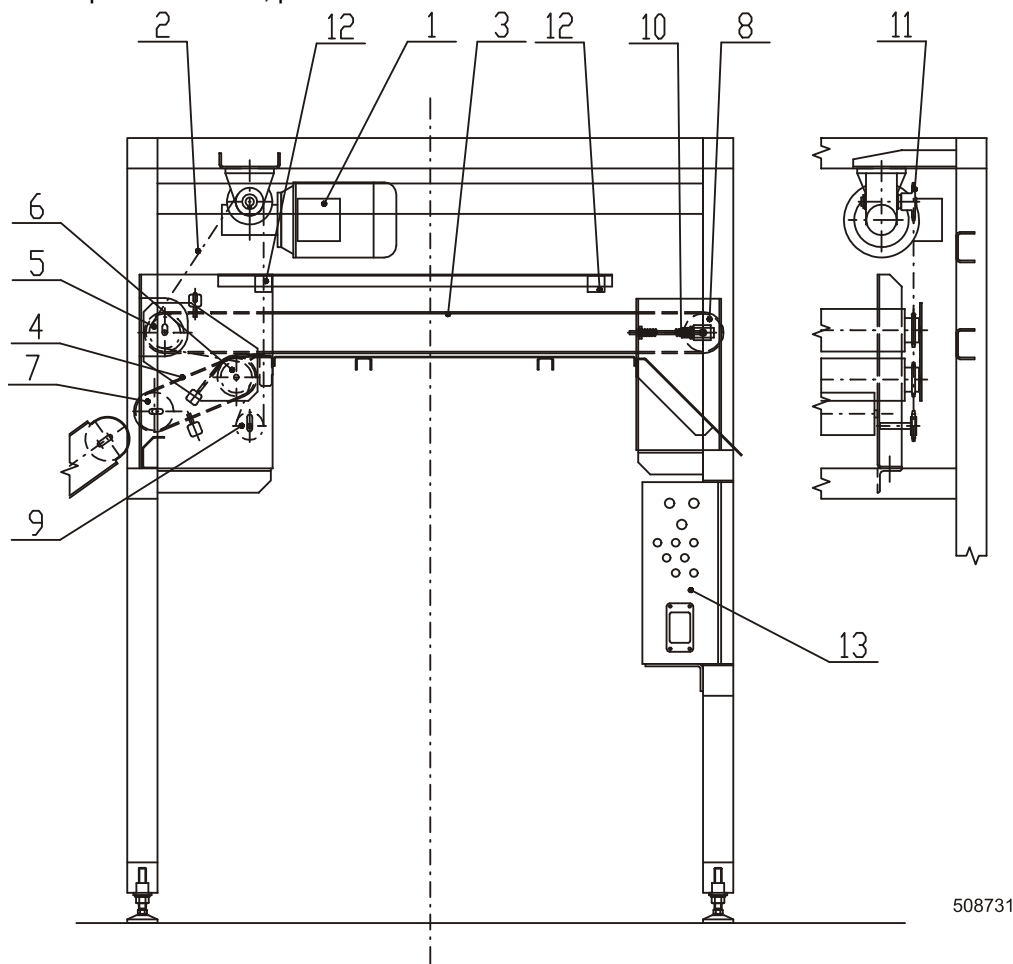

Fig. 5.4.5.A Dispositivo apilador
Las cadenas de las transmisiones mantenga un poco tendidas. La tensión de la cadena del transportador de llevar fuera la ropa se realiza por medio desplazamiento de la caja de transmisión en los agujeros ovales del sujetador de la caja de transmisión. La tensión de la cadena del transportador de la apiladora se realiza mediante la polea tensora, Fig. 5.4.5.A, pos. 9.
La tensión de las cintas de entrada, Fig. 5.4.5.A, pos. 4 de la apiladora se realiza por medio del desplazamiento del rodillo (7) en los agujeros ovales del bastidor. La tensión de las cintas principales (3) de la apiladora se realiza automáticamente por medio del tensor (10).
Controle la función de los sensores ópticos en la entrada y en el extremo del transportador principal de la apiladora. El sensor óptico, Fig. 5.4.5.A, pos. 12, o las superficies de reflexión pulidas en las mesas pueden estar impurificados, por lo que hay que limpiarlos con un paño húmedo. Las superficies hay que pulir.